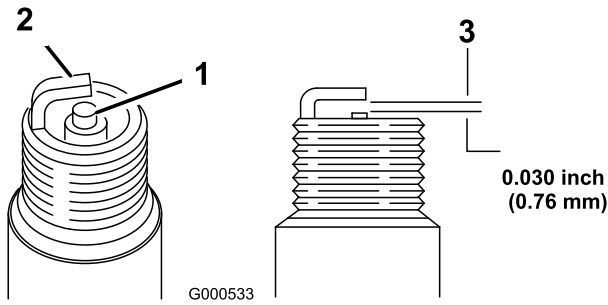

Figure 23
- Réglez l'écartement des électrodes à 0,76 mm (0,030 po); voir Figure 23.